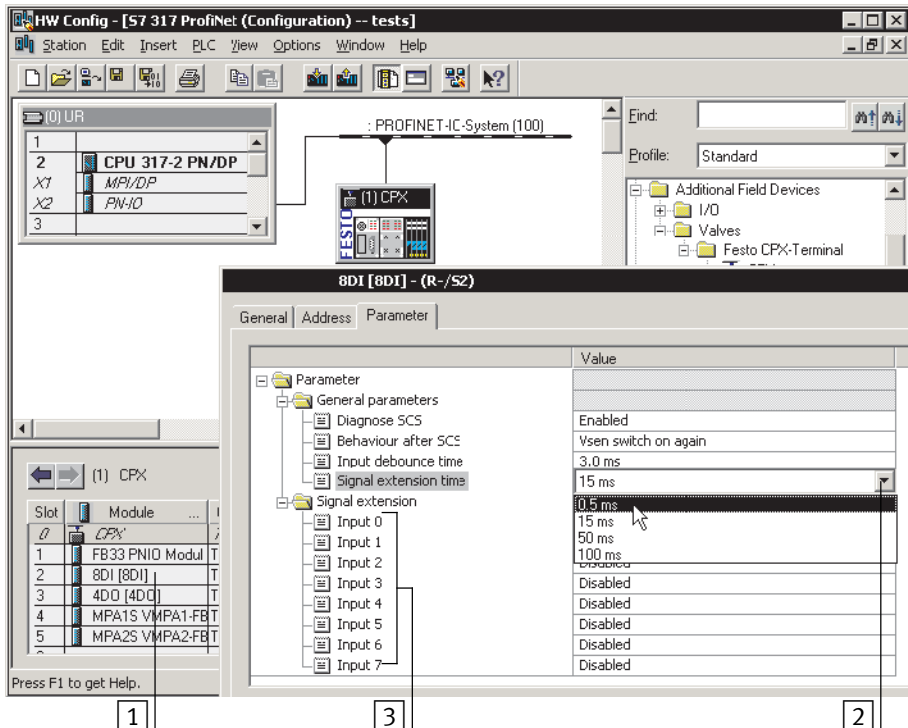

Fig. 2/15: Impostazione dei parametri dei moduli con STEP 7 Siemens
2. Nella tabella di configurazione fare doppio clic sulla denominazione del modulo che si desidera parametrare (1 in Fig. 2/15). Appare la finestra di dialogo "Properties" (proprietà ...).